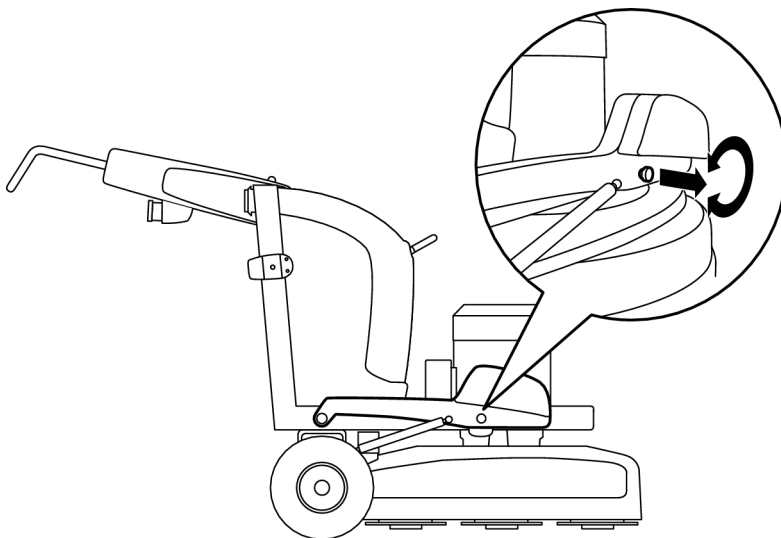

Figure 4-4. Poids en position avant
- Tirez sur chaque cheville et verrouillez-les dans cette position sortie en les tournant dans le sens de la flèche, voir Figure 4-4, page 19.
Pour obtenir une pression de ponçage supérieure et par conséquent une puissance de ponçage supérieure, les poids doivent être réglés en position avant, voir Figure 4-4, page 19.